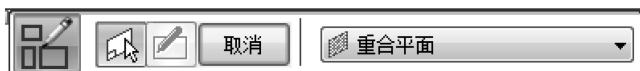

图 6-128 选择“重合平面”
(2) 单击【主页】选项卡【草图】区域下的  【草图】即可进入绘制草图页面，系统自动弹出【草图】命令条，选择默认的【重合平面】命令，如图 6-128 所示。